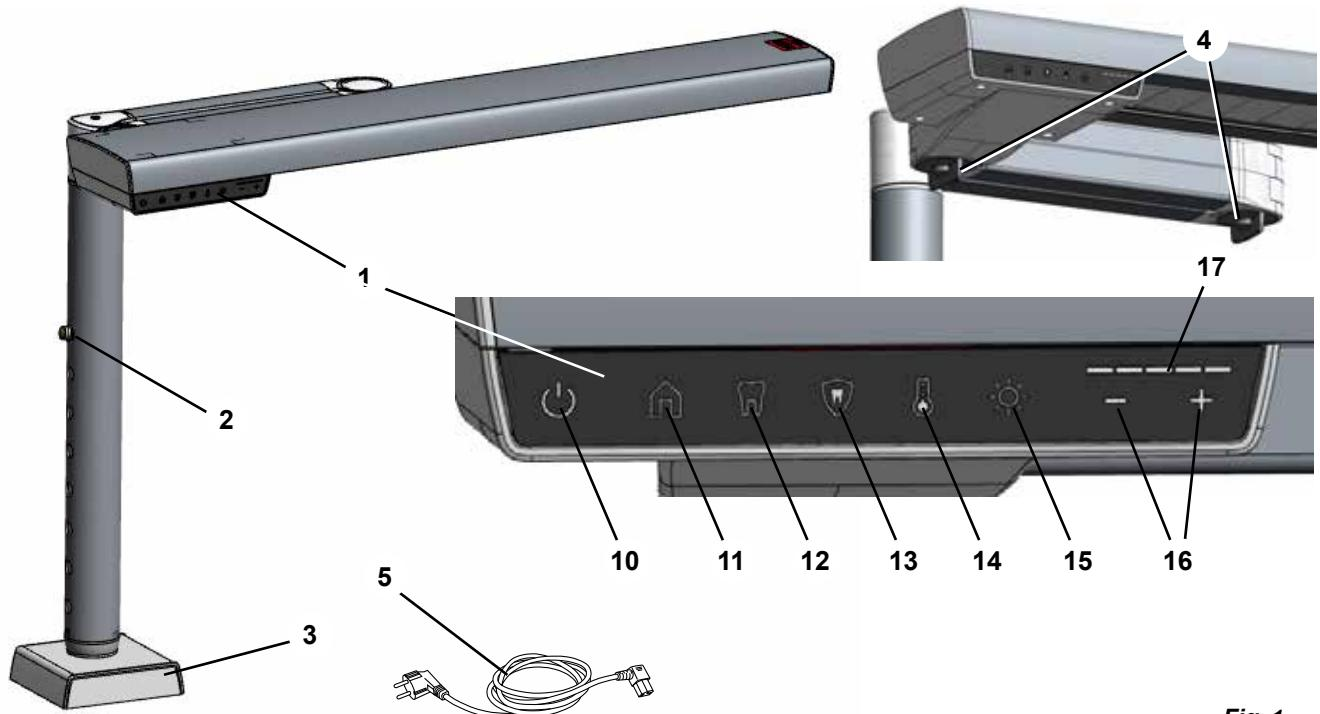

Fig. 1
⇒ Trykk inn låsen til høydejusteringen (2, fig. 1) og trekk ut innerrøret på basen til maksimal posisjon.
For å finne egnert monteringssted, løsne skjøtelåsen (4, fig. 1) og kontroller at du kan flytte arbeidsplasslampen til den optimale posisjonen beskrevet tidligere (kapittel 4.2.1).
- ◆ Tasten Brightness (15, fig. 1) lyser.
- ◆ I Intensity - visningen (17, fig. 1) vises den aktuelle verdien til lysstyrken.
- ⇒ Trykk på Power (10)